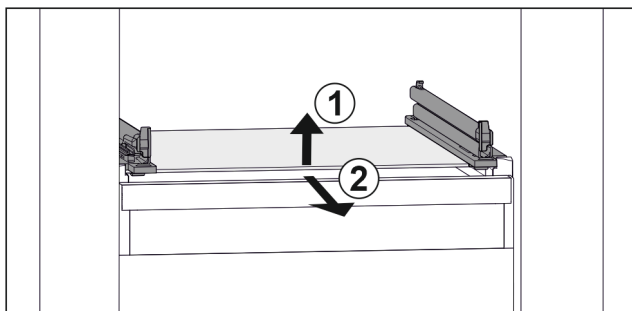

Fig. 30 Príklad zobrazenia sklenenej dosky
- ▶ Nadvihnite sklenenú dosku vpred. Fig. 30 (1)
- ▶ Odoberte sklenenú dosku dopredu. Fig. 30 (2)